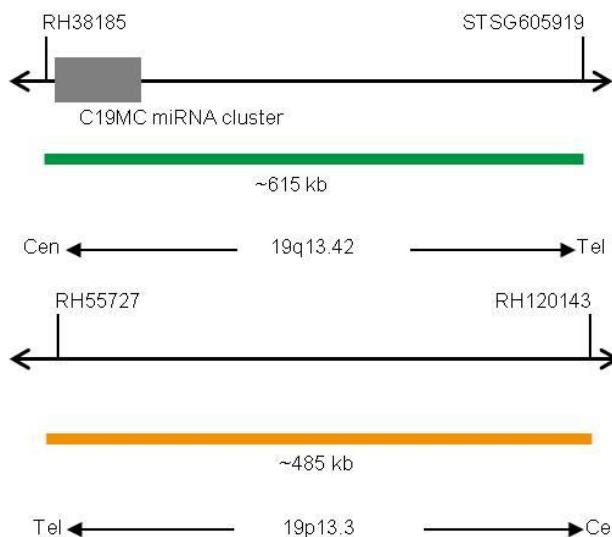

Fig. 1: In alto: Mappa della sonda SPEC C19MC; In basso: Mappa della sonda SPEC 19p13 (non in scala)
- Polinucleotidi (~10.0 ng/μl) marcati con fluorocromo ZyGreen (eccitazione 503 nm/emissione 528), le cui sequenze target mappano in 19q13.42* (chr19:54,156,239-54,768,983) in cui è localizzato il locus C19MC (vedere Fig. 1).
- Polinucleotidi (~4.5 ng/μl) marcati con fluorocromo ZyOrange (eccitazione 547 nm/emissione 572 nm), le cui sequenze target mappano in 19p13.3* (chr19:658,555-1,144,465) (vedere Fig. 1).